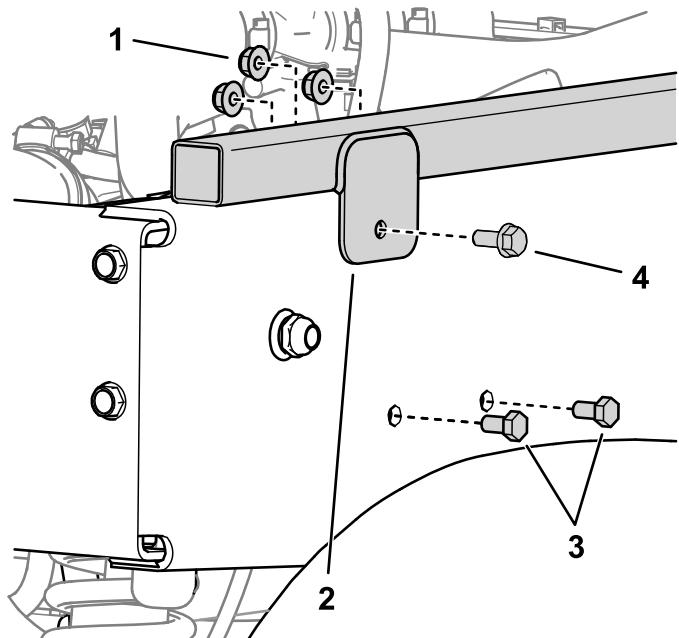

Bild 12
5. Entfernen Sie an der rechten Seite der Maschine die Halterung der Stromspule und bewegen Sie sie aus dem Bohrpfad (**Bild 12**).
6. Verwenden Sie die Befestigungsnase an der Seite des Ladepritschendistanzstücks als Vorlage und bohren Sie ein Loch im Ladepritschenrahmen; befestigen Sie den Rahmen mit einer kurzen Schraube und Mutter (**Bild 12**).